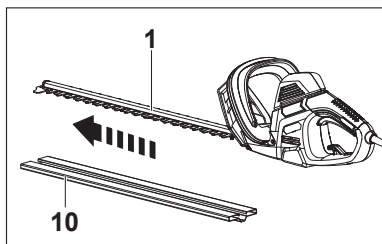

Fig. 1
1. Retire el protector de hoja (10) de la hoja (1) antes de la operación (fig. 1).